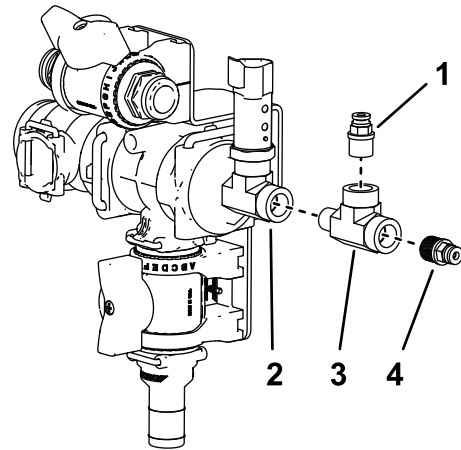

Bild 30
11. Entfernen Sie die vorhandene Kupplung vom T-Anschlussstück am T-Verteiler (**Bild 30**).
12. Tragen Sie PTFE-Dichtungsmittel auf das Gewinde des mitgelieferten T-Anschlussstücks mit Gewinde auf und schließen Sie das mitgelieferte T-Anschlussstück am vorhandenen T-Anschlussstück an (**Bild 30**).
13. Tragen Sie PTFE-Dichtungsmittel auf das Gewinde an der mitgelieferten Kupplung auf und befestigen Sie diese an die Oberseite des neu eingebauten T-Anschlussstücks (**Bild 30**).
14. Tragen Sie PTFE-Dichtungsmittel auf das Gewinde an der in Schritt 11 entfernten Kupplung auf und befestigen Sie diese am Ende des neu eingebauten T-Anschlussstücks (**Bild 30**).